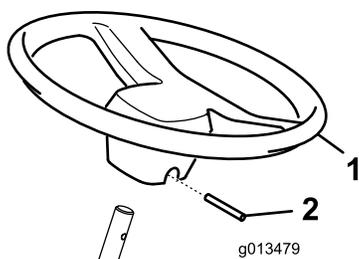

Figure 2
2. Glissez le volant sur l'arbre de direction (Figure 2).
3. Fixez le volant en place avec la goupille cylindrique (Figure 2).